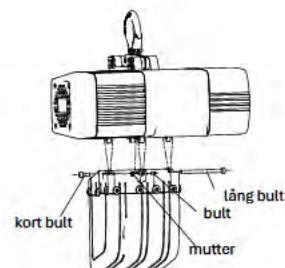

Bild 3
- 3 1t kedjehinksenhet (bild 3)